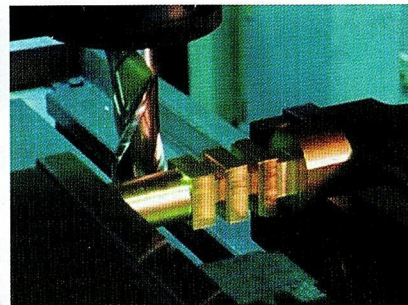

図4 屋根部の加工
- 6 $\phi 16$ 、 $\phi 10$ のエンドミルで屋根加工。図4 治具を使用して同じ位置に取り付ける。